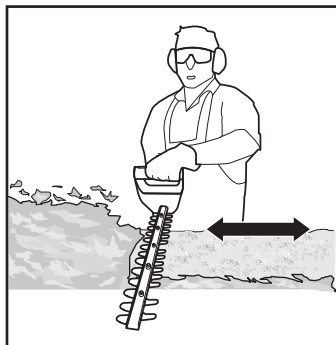

Fig. 9
- Para obter um melhor resultado, corte por etapas em vez de tentar cortar de uma só vez se a área a ser cortada for particularmente longa (Fig. 9); as plantas cortadas mais pequenas permitem uma compostagem mais fácil.